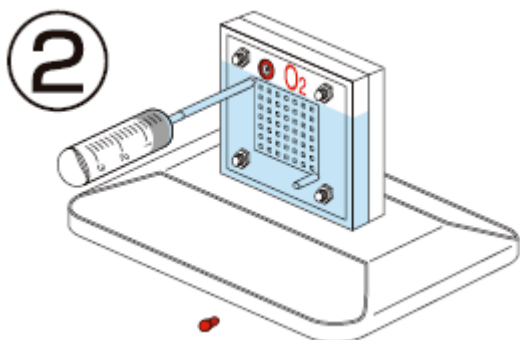

図 2. 電気分解装置に精製水の注入
② 注射器に精製水を吸い上げ、この注射器を電気分解装置の赤の酸素（ O_2 ）側のチューブに取り付ける（図 2）。そして、注射器を使い、精製水が下側のノズルの外に流れ始めるまで電気分解装置に精製水を満たす。その後、再び赤ピンを酸素側チューブに取り付けて 3 分間程待つ。